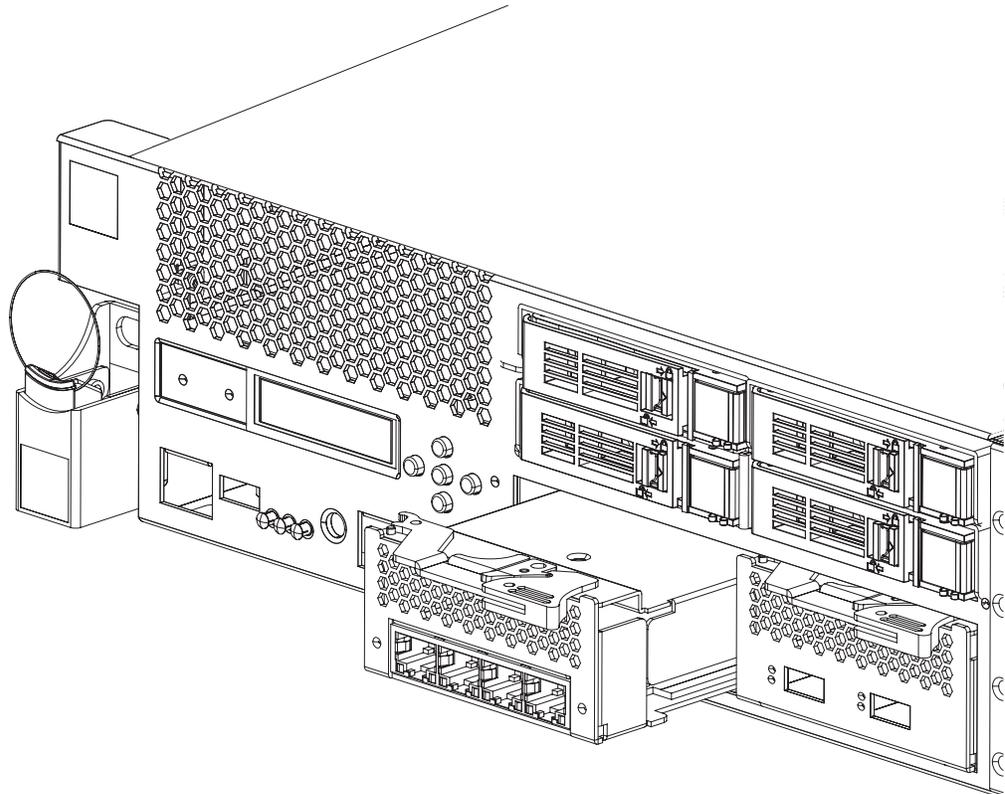

Figure 18. Retrait d'un module Ethernet
- Tirez le levier vers vous pour sortir le modules Ethernet, comme indiqué dans la figure 18.